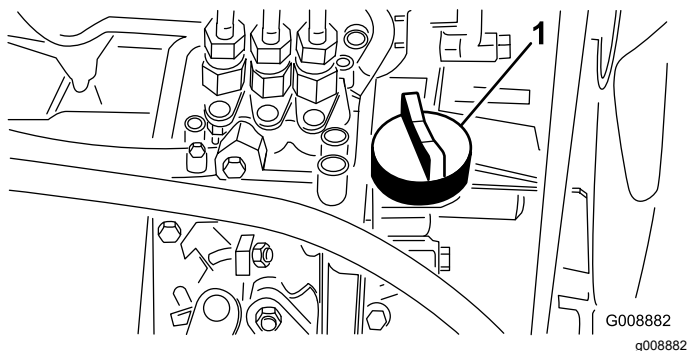

Figura 29
- Se l'olio è insufficiente, togliete il tappo di rifornimento (**Figura 29**) e aggiungete lentamente piccole quantità di olio, controllando spesso il livello, finché non raggiunge il segno di pieno sull'asta.